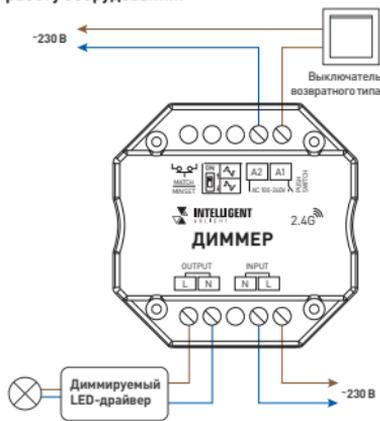

Рис. 1. Схема подключения диммера
- 3.2. Подключите диммер согласно схеме на рис. 1.